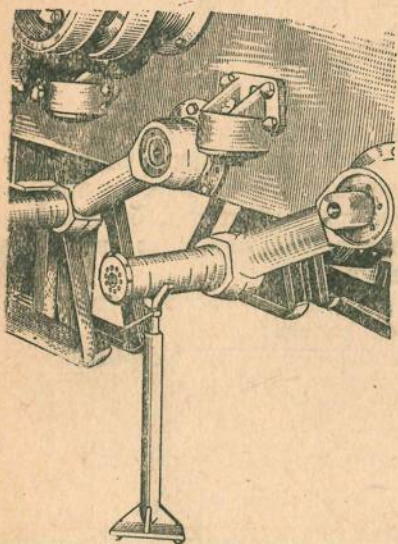

Рис. 43. Постановка торсионного вала
3. Установить балансир с помощью домкрата в подвешенное состояние (рис. 43) на следующий размер от центра оси катка до нижней кромки бортового листа танка: